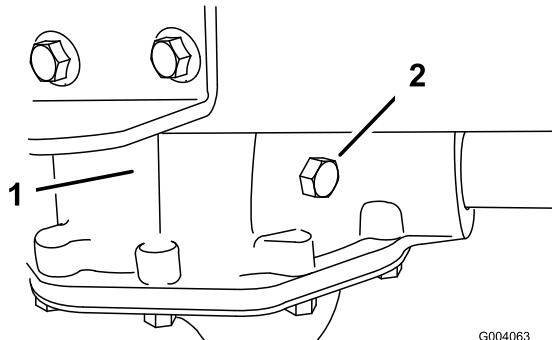

Figure 45
2. Enlevez le boulon de contrôle de la boîte-pont (Figure 45).